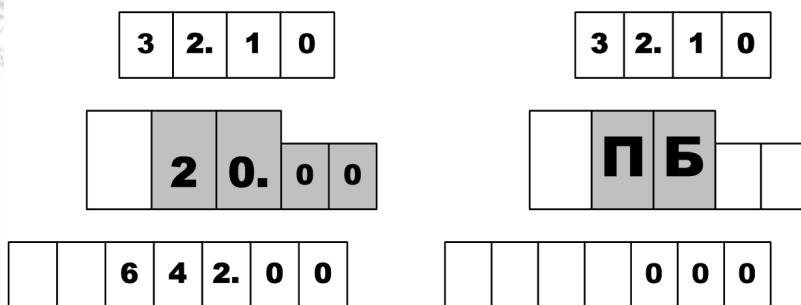

Рисунок 5
9.2 Для выдачи топлива необходимо задать дозу с системы управления. Когда устройство будет готово к отпуску топлива, в средней строке табло мигающими символами отобразится величина заданной дозы, а в случае отпуска "до полного бака" – символы "ПБ" (рисунок 5). Это дает клиенту удобный способ определить, когда можно начать заправку, а также убедиться, что задано именно то количество топлива, которое он заказывал. Для запуска налива необходимо снять раздаточный кран или подать команду "Пуск" с системы управления, после чего значения стоимости и объема на табло обнуляются. С этих пор на табло отображается отпущенная на текущий момент доза.